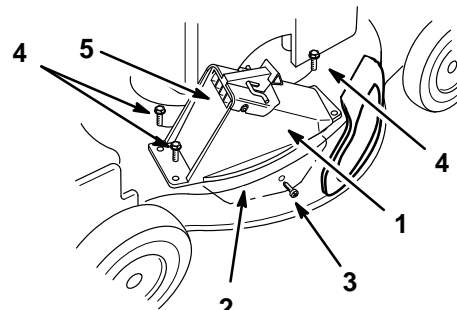

Figure 34
1. Oeillets (4)
6. Insérer la patte du conduit d'éjection dans le carter de tondeuse (Fig. 34).
7. Faire correspondre les orifices du conduit d'éjection et les oeillets du carter de tondeuse (Fig. 34).
8. Faire correspondre l'orifice de la patte du conduit et l'orifice latéral du carter de tondeuse (Fig. 34).
9. Insérer la vis autotaraudeuse fournie avec le sac de ramassage dans l'orifice latéral du carter de tondeuse et dans la patte, et serrer partiellement la vis (Fig. 34).
10. Fixer le conduit d'éjection au carter de tondeuse à l'aide des trois boulons fournis avec le sac de ramassage (Fig. 34).
- Ouvrir et fermer le volet d'éjection pour s'assurer qu'il peut se mouvoir librement (Fig. 34).